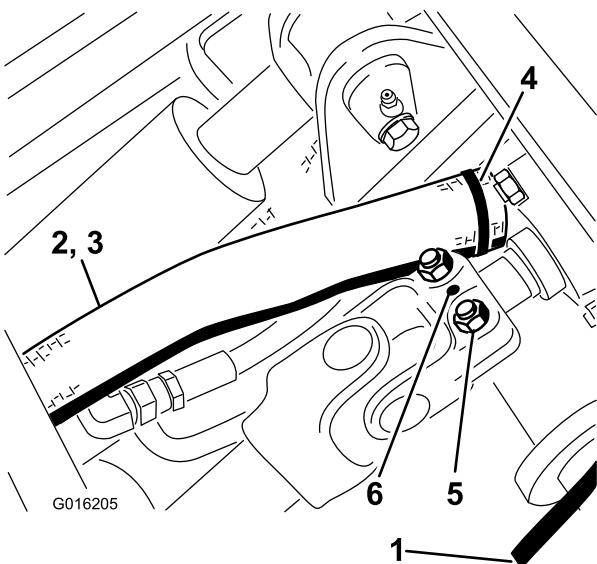

Рисунок 73
4. Извлеките цилиндрический штифт и ослабьте два болта, которые крепят ведущий вал к валу редуктора (Рисунок 73). Сдвиньте ведущий вал с вала редуктора.